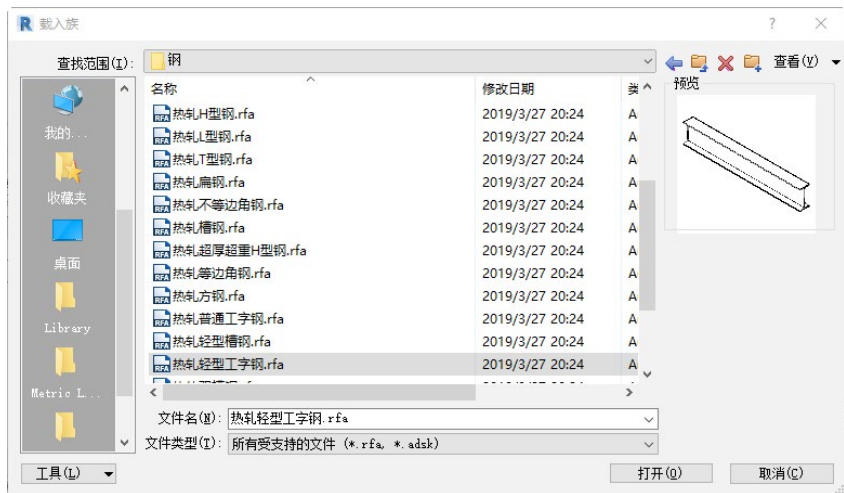

图 7-13 “载入族”对话框
(7) 单击“插入”选项卡“从库中载入”面板上的“载入框架库”按钮，打开“载入族”对话框，选择“China”→“结构”→“框架”→“钢”文件夹中的“热轧轻型工字钢.rfa”文件，如图 7-13 所示。